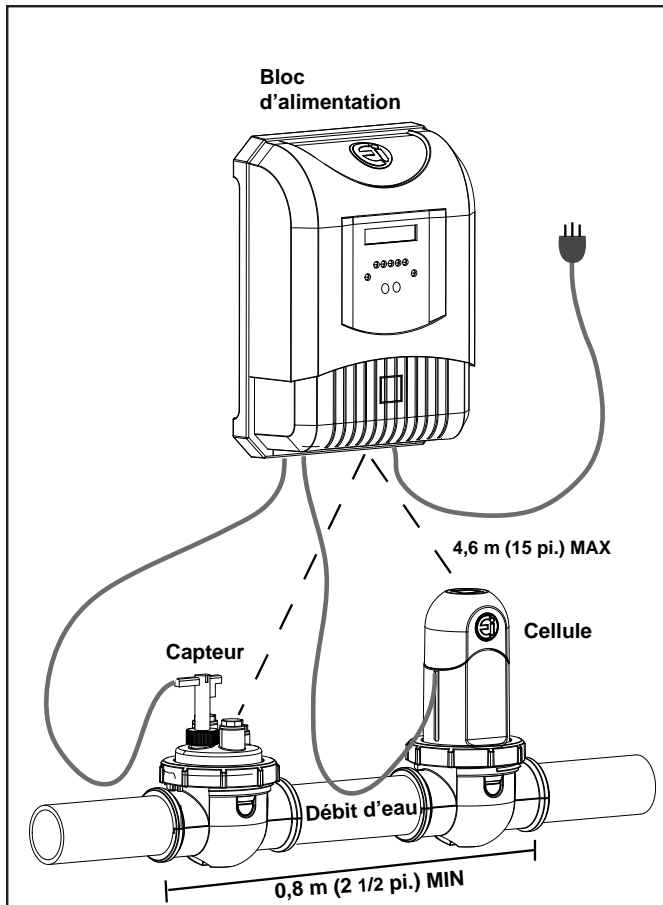

Figure 3. Exigences d'installation
Il est nécessaire que la cosse de débit d'eau est installé dans la même tuyauterie que la cellule d'électrolyse, sans soupapes ou déviateurs entre eux (voir Figure 3). La cosse de débit doit être monté comme le montre à la Figure 3.
- La cellule doit être installée sur un tuyau < 0,8 m (2 ½ pi) après le chauffe-eau, la pompe et le filtre, comme la dernière pièce d'équipement du système de tuyauterie de circulation juste avant la piscine (Voir Figure 3).
- La cellule et le capteur de débit ne doivent pas être installés à plus de 4,6 m (15 pi) du bloc d'alimentation (Voir Figure 3).